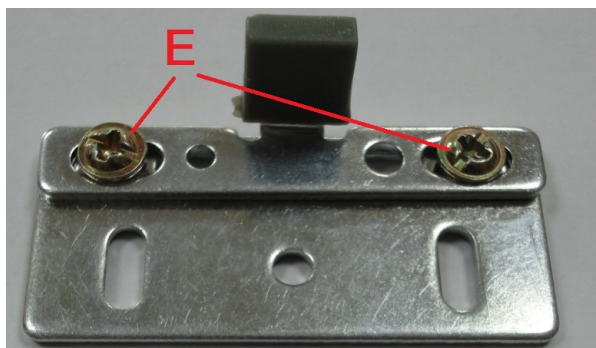

Рис. 10
- 10- Окончательную регулировку взаимного расположения кронштейна с поводком, выполняют ослабив саморезы б, которыми крепится сам кронштейн или винты Е см. рис. 10. Затем, перемещая сам кронштейн и планку с поводком относительно кронштейна, добиваются плотного прилегания двери к стенке шкафа в конце хода доводчика. Эту операцию регулировки выполняют без снятия двери, переместив её в положение открыто, что обеспечит доступ к кронштейну для регулировки.